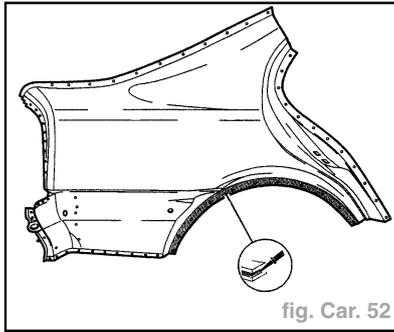

fig. Car. 52
- Appliquer de la colle sur la bordure, 2 cordons Ø **4 mm** (couper le bec en conséquence) (fig. Car. 52).